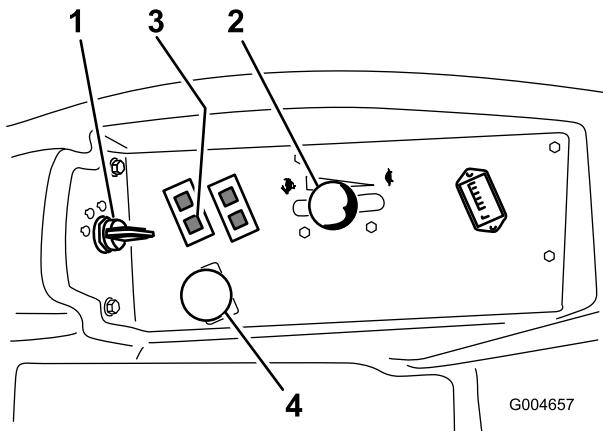

Figura 17
4. Mueva el mando de la toma de fuerza (PTO) a la posición Desengranada (Figura 17).
5. Ponga la palanca del acelerador en un punto intermedio entre las posiciones Lento y Rápido (Figura 17).